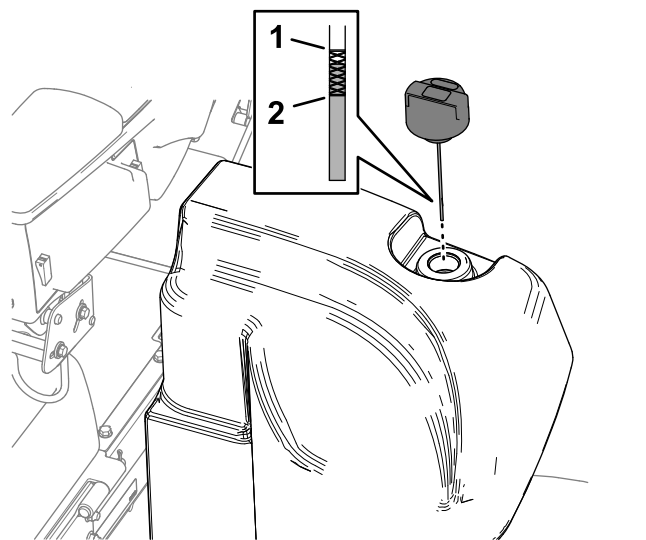

Figura 142
2. Curăță zona din jurul buonului și a capacului rezervorului de ulei hidraulic (Figura 142).